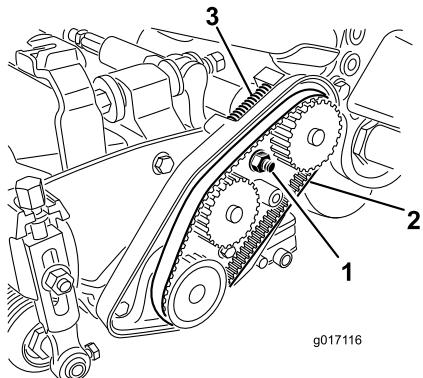

Figura 42
- A. Desaperte a porca de montagem da caixa de mancal (Figura 42).
- C. Limpe quaisquer detritos do interior do compartimento da correia e que estejam em redor da mola de compressão (Figura 42).